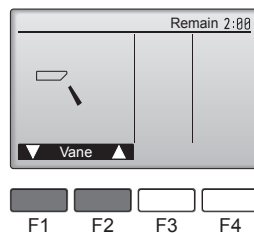

Fig. 7-4
- ② Prima o botão [OK] para apresentar o ecrã de funcionamento da palheta e depois prima os botões [F1] e [F2] para verificar a palheta automática. (Fig. 7-4)